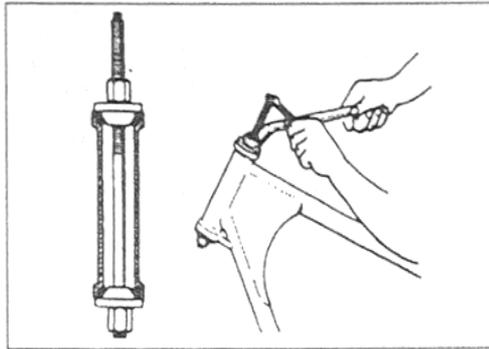

Bild 191
- Lagerschalen in Lenkkopflagersitz mit passendem Rundmaterial eintreiben. Besser mit Gewindestange und passenden Adaptern / Scheiben einziehen (Bild 191). Darauf achten, dass Lagerschalen nicht verkanten und so Lagersitze aufweiten.
- Einbau der Lager und Staubdichtungen wie Lenkkopflager einziehen (Bild 191). Zuerst linkes Lager einziehen, Distanzhülse einsetzen, dann rechtes Lager einziehen.